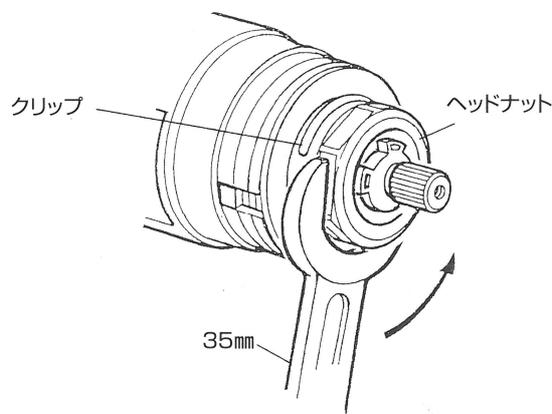

図1
3. クリップをそのままにしておいて、ヘッドナットを35mmのスパナで外して下さい。カートリッジとリングがボデーから外れます。(図1)